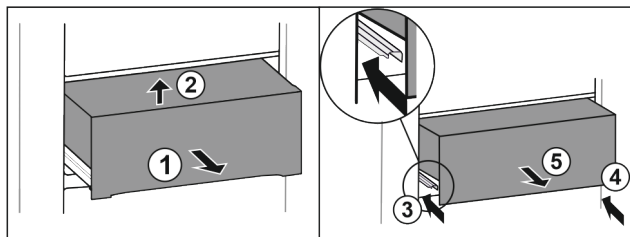

Fig. 30 *
- ▶ Zásuvku napůl vytáhněte Fig. 30 (1)*
- ▶ Vpředu nadzvedněte Fig. 30 (2)*
- ▶ Zasuňte levou kolejničku Fig. 30 (3)*
- ▶ Zasuňte pravou kolejničku Fig. 30 (4)*
- ▶ Zásuvku odeberte směrem dopředu Fig. 30 (5)*